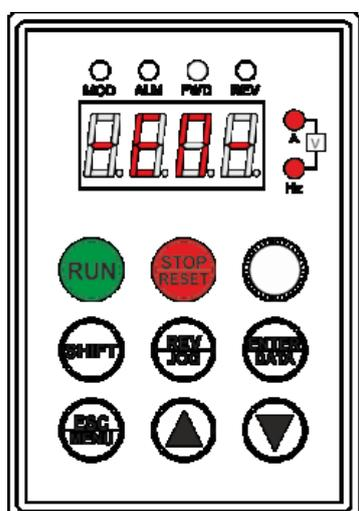

Рисунок 13) Запуск преобразователя
**Ввод в эксплуатацию** (рисунок 13) - после включения питания цепи инвертора готовы к работе. Конденсаторы в цепи постоянного тока заряжаются и проводятся диагностические тесты устройства. В данном режиме невозможно включить двигатель или перейти к конфигурации инвертора.